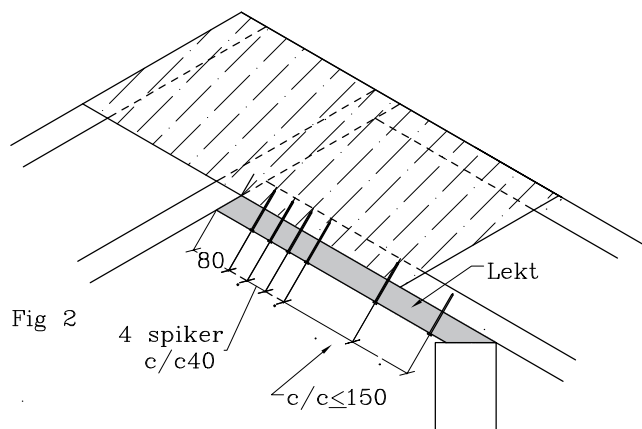
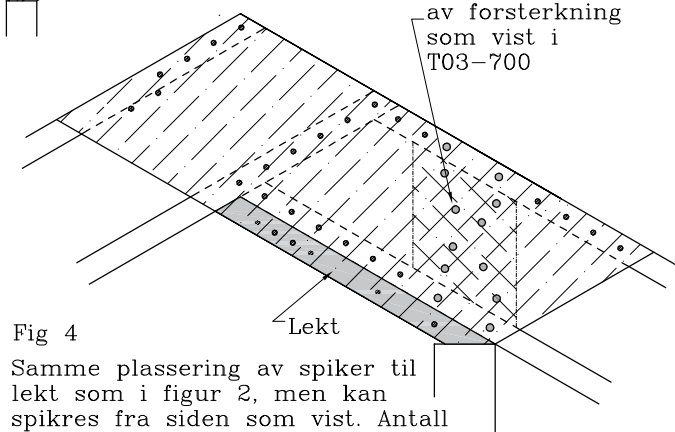

Fig 2
Fig 4
1) Antall i fig 2 er spiker fra oppleggslekt inn i flens. Antall i fig 4 er spiker i hver mønelask og inn i oppleggslekt. Mønelasker spikres til flenser ihht T03-900. Antall interpoleres for mellomliggende takvinkler.
Fordeling av spiker som i fig 2, bare at her spikres det gjennom mønelasken.